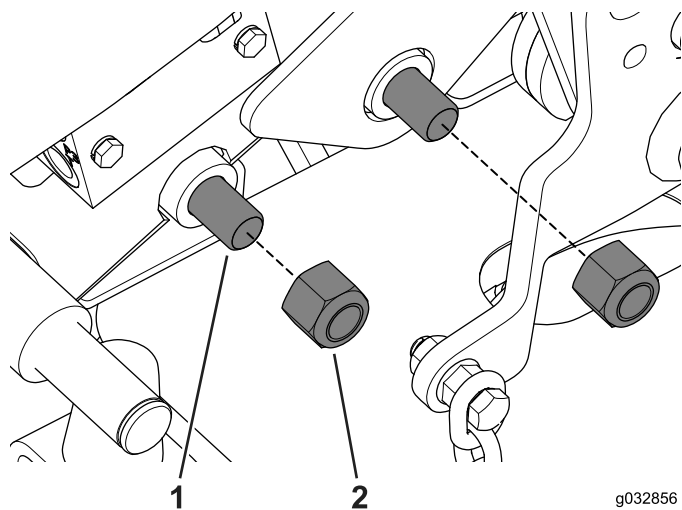

Рисунок 121
2. Совместите отверстия под болты, чтобы установить, не затягивая, болты и разделители с левой стороны машины (Рисунок 121).